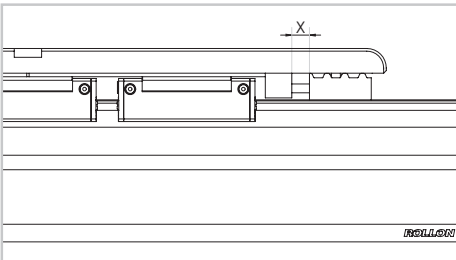

Fig. 2
- 1) Mesurer la distance X entre le chariot et le système de tension de la courroie (Fig. 2)